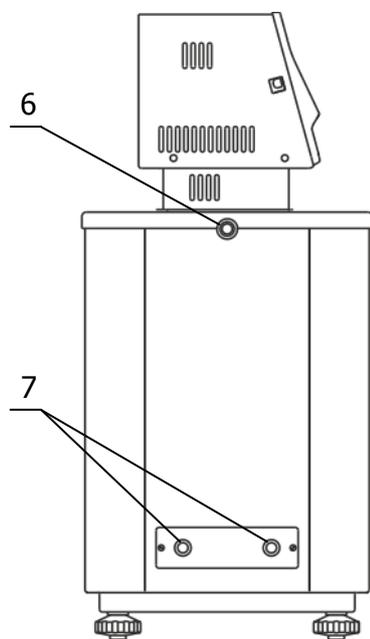

Рисунок 4 — Подключение термостата к холодильному устройству
2.2.6 К переливному патрубку 6 (рисунок 4) присоединить гибкий шланг. Второй конец гибкого шланга опустить в емкость для сбора излишков теплоносителя объемом 1.5–2 литра.
2.2.9 Для работы термостата при температурах теплоносителя, близких к окружающей температуре, может потребоваться дополнительное охлаждение с помощью встроенного теплообменника. В этом случае необходимо подключить термостат к водопроводной сети или специальному холодильному устройству при помощи шлангов, присоединенных к штуцерам 7 (рисунок 4) теплообменника. Поток охлаждающей жидкости должен быть равномерным и, по возможности, небольшим. Дополнительное охлаждение не требуется, если температура теплоносителя выше температуры окружающей среды более чем на 15 °С.